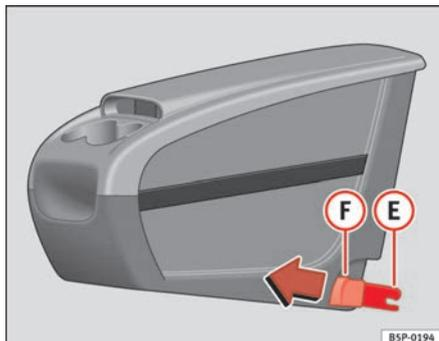
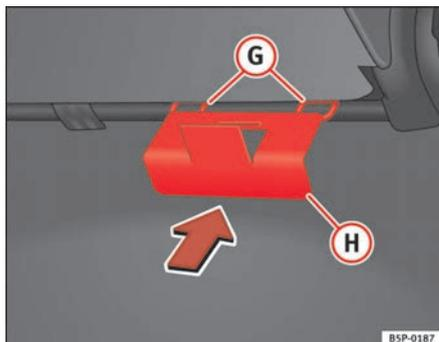

Fig. 111 Porta-objectos móvel. Montagem
Fig. 112 Placa de fixação do porta-objectos móvel
- Coloque a partir do veículo, a placa de fixação **(H)** ⇒ fig. 112 do porta-objectos móvel, pela parte traseira do banco. Deve estar situada entre o encosto e o assento, na zona do lugar central.
- Coloque à frente as duas peças de fixação **(E)** ⇒ fig. 111, com as duas anilhas de fixação **(G)** ⇒ fig. 112 e pressione com força até que as duas pinças encaixem totalmente nas anilhas.
- Puxe cada um dos botões ⇒ fig. 111 **(F)** das pinças (botões vermelhos) para a frente, até ouvir que desencaixaram.